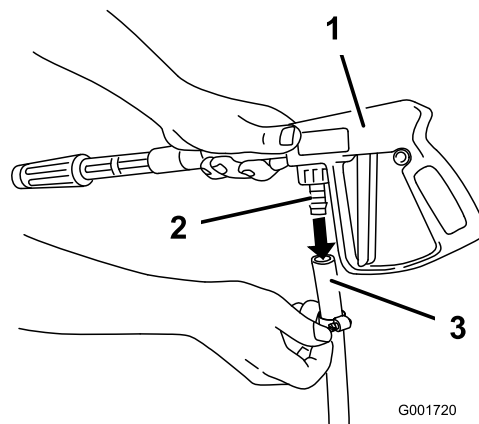

Figure 35
4. Branchez l'extrémité du flexible au raccord sur le pistolet-pulvérisateur (Figure 35) et fixez le flexible en place avec le petit collier.